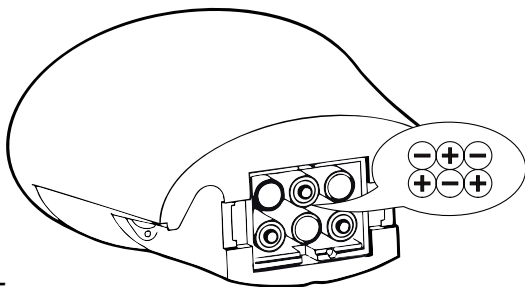

Abb. 5
2. Setzen Sie 6 Stück 1,5 V LR6 AA-Batterien in das Batterie-fach ein. Achten Sie darauf, die Batterien entsprechend der Polaritätsanzeige (Abb.5) auf der Batteriefachabdeckung einzulegen.